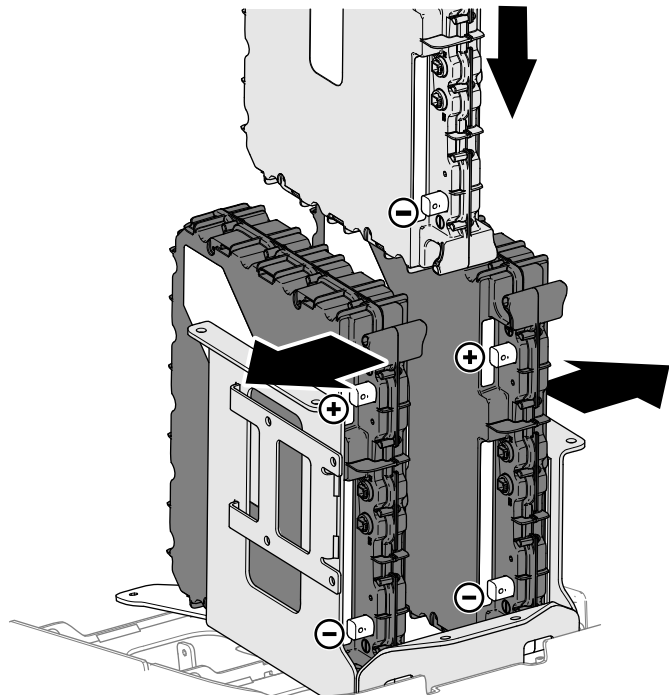

Figure 13
- B. Installez les batteries extérieures en appui contre les côtés gauche et droit de la plaque de montage supérieure (Figure 13).
- C. Orientez les bornes de la batterie centrale vers l'arrière, puis baissez la batterie centrale dans la plaque de montage supérieure, entre les batteries extérieures (Figure 13).